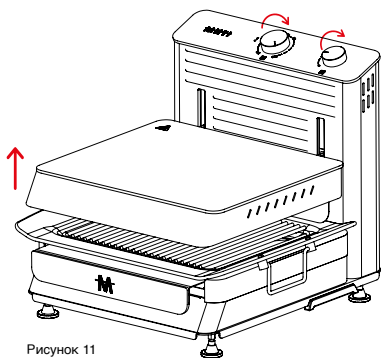

Рисунок 11
- Переведите переключатель включения/выключения на задней стороне изделия в положение (I).
- Чтобы переместить регулируемую секцию приготовления, поверните ручку регулировки верхнего и нижнего расстояния по часовой стрелке, чтобы поднять верхнюю секцию на максимальную высоту. (Рисунок 11)